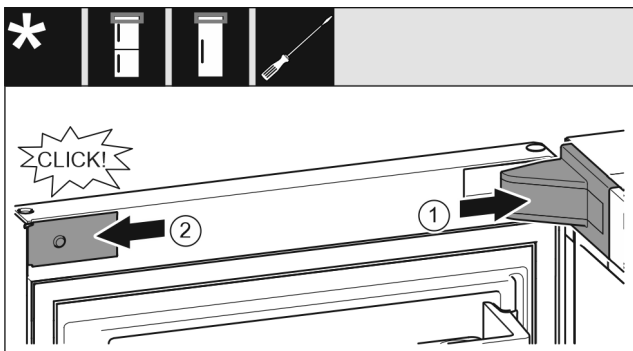

Fig. 20
- ▶ Sett på lagerdekslet og la det klikke på plass, ev. trykk det forsiktig fra hverandre. *Fig. 20 (1)*
- ▶ Sett dekslet på på siden, og la det klikke på plass. *Fig. 20 (2)*